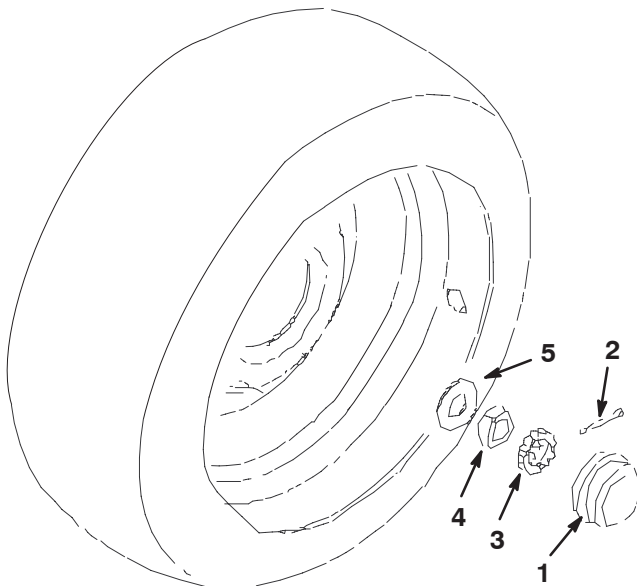

Bild 68
2. Schrauben Sie den Staubdeckel vom Ende der Radwelle ab. Nehmen Sie auch den Splint ab, mit dem die Halterung befestigt ist (Bild 68).
3. Ziehen Sie die Klemmmutter (Bild 68) mit einem Schraubenschlüssel auf circa 8,5–11,3 Nm an.